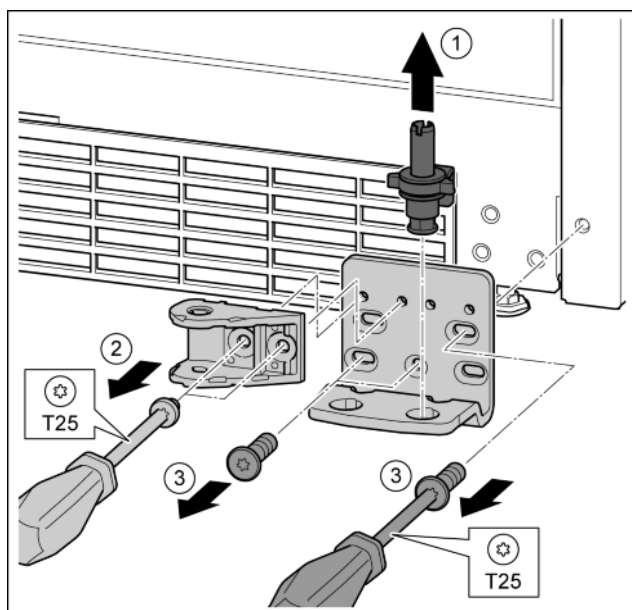

Fig. 30
- ▶ Опорний гвинт цілком витягніть рухом вгору. *Fig. 30 (1)*
- ▶ Викрутіть гвинти за допомогою викрутки T25 та зніміть з'єднувальний елемент демпфера. *Fig. 30 (2)*
- ▶ Викрутіть гвинти за допомогою викрутки T25 та зніміть опорний кронштейн. *Fig. 30 (3)*